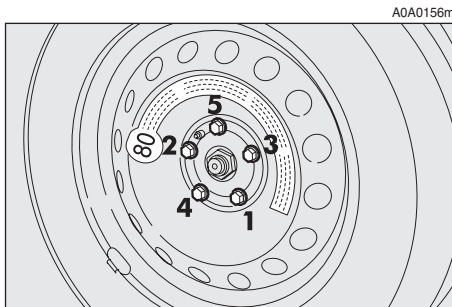

fig. 8
– utilizando la llave en dotación, apriete a fondo los tornillos según el orden representado en la **fig. 8**.
– utilizando la llave en dotación, apriete a fondo los tornillos siguiendo el orden representado anteriormente para la rueda de repuesto (más pequeña que una rueda normal) **fig. 8**;
- utilizando la llave en dotación, apriete a fondo los tornillos siguiendo el orden representado anteriormente para la rueda de repuesto (más pequeña que una rueda normal) **fig. 8**.